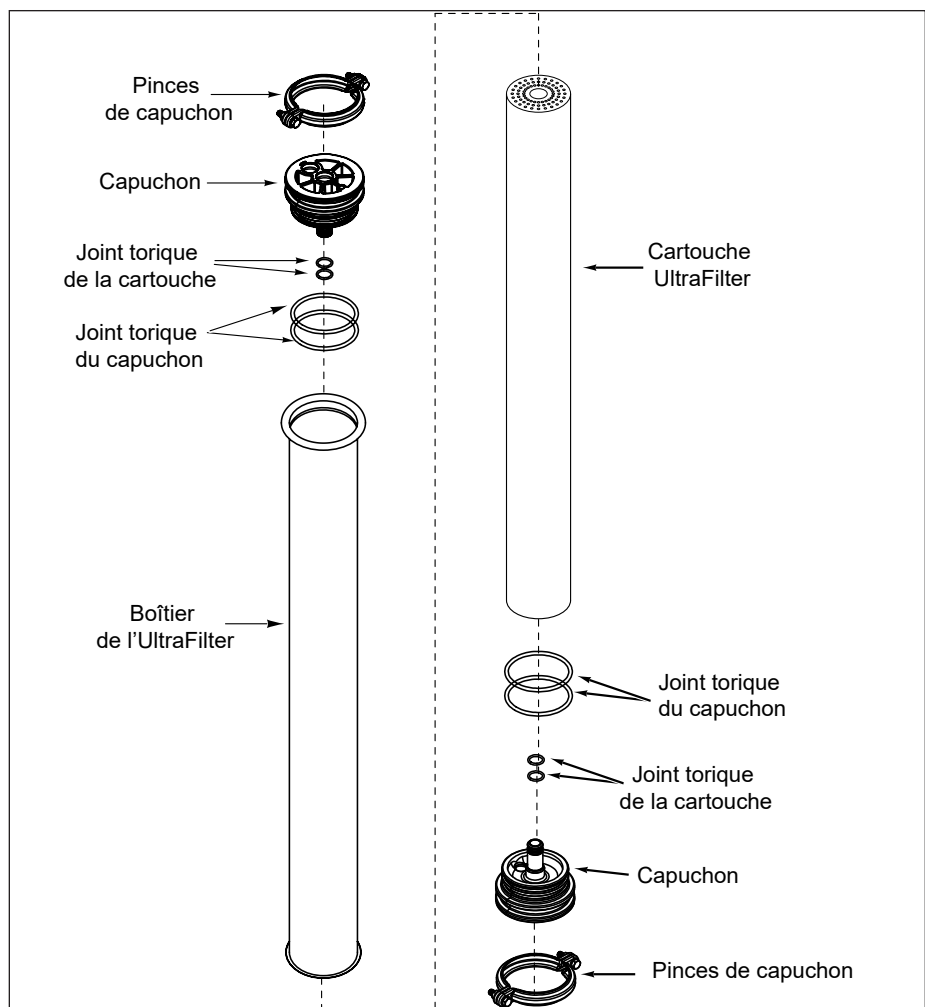

Figure 8. Remplacement de la cartouche d'UltraFilter
4. Retirez la pince du capuchon d'extrémité boîtier de l'Ultrafilter. (Figure 8)
7. Retirez le capuchon d'extrémité (Figure 8) du boîtier de l'UltraFilter.